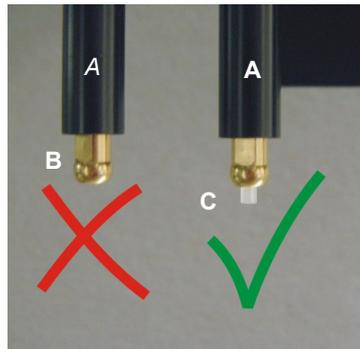

Abb. 7-35 Pipettierschlauch MultiSense
- ♦ Sorgen Sie dafür, dass der Schlauch nicht zurück in den Spitzenadapter gedrückt wird. Er muss wie in Abb. 7-35 „Pipettierschlauch MultiSense“, Abb. 7-70 dargestellt herausragen.